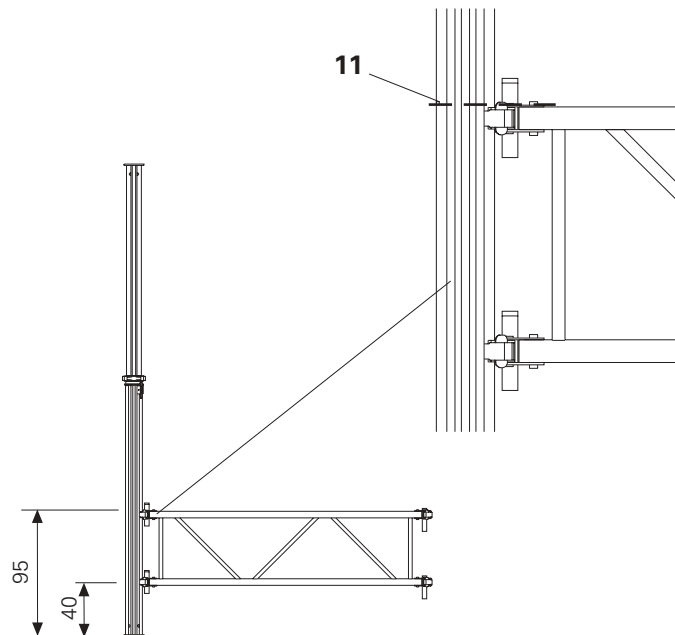

Fig. 24
- Kilen **2.3** på kileforbindelsen skal i monteret tilstand pege nedad, så forbindelsen ikke kan løsne sig af sig selv. Fig. 24